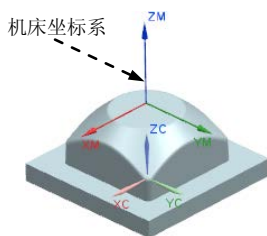

图 5.3 创建机床坐标系
Step2. 单击“CSYS”对话框 **操控器** 区域中的“操控器”按钮 ，系统弹出“点”对话框；在“点”对话框的 **Z** 文本框中输入值 65.0，单击 **确定** 按钮，此时系统返回至“CSYS”对话框；在该对话框中单击 **确定** 按钮，完成图 5.3 所示的机床坐标系的创建。